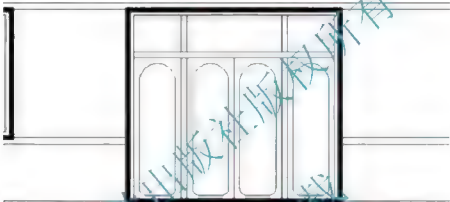

图 4.39 复制生成其他门扇
(9) 用【复制】命令生成其他门扇, 结果如图 4.39 所示。